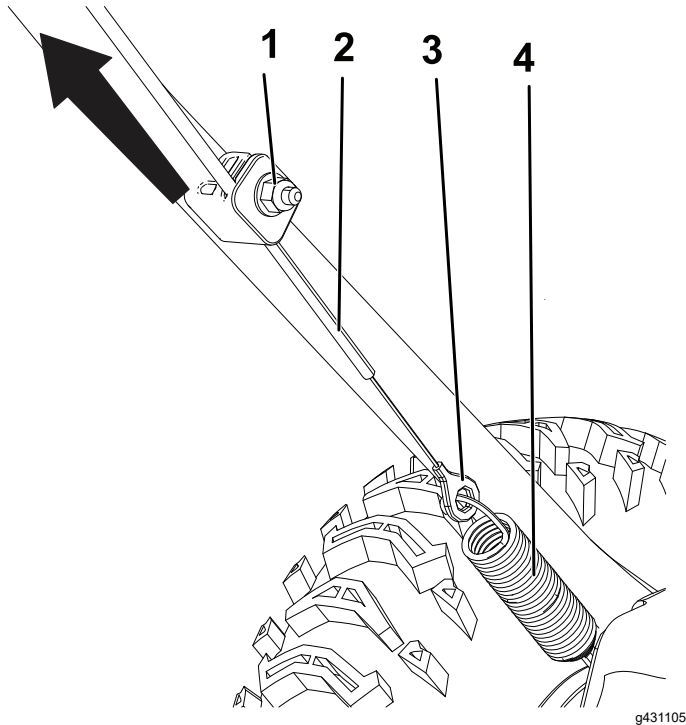

Figura 20
1. Afloje la tuerca de la abrazadera inferior del cable, pero no la retire (Figura 20).
2. Tire hacia arriba del cable para eliminar parte de la holgura (Figura 20).
3. Sujete el cable y apriete la tuerca (Figura 20).